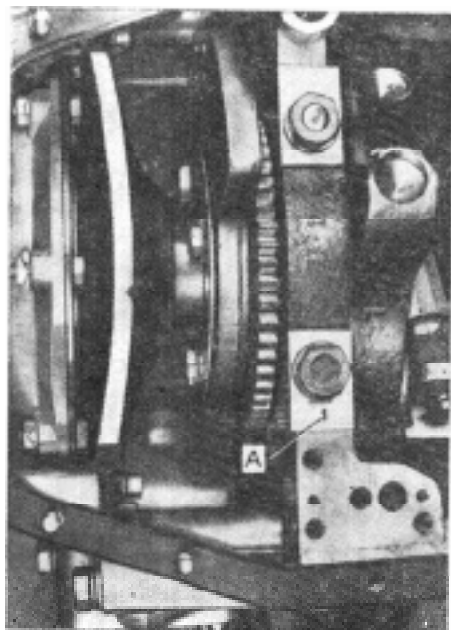

Рис. 89. Установка крышек коренных опор: А - порядковый номер (1) на крышке коренной опоры
- проследите за совпадением номеров крышек коренных подшипников с порядковыми номерами опор на блоке цилиндров (рис. 89) — номера начинаются от переднего торца;